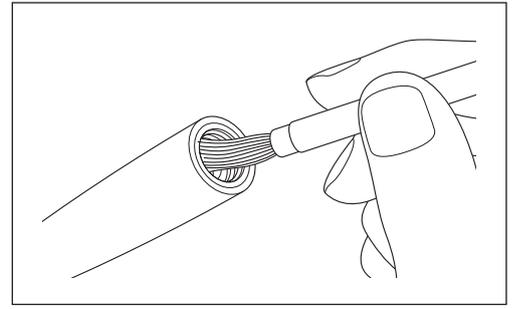

Fig. 39
- 3) Utilizzare la spazzola di pulizia in dotazione per rimuovere la polvere dalla sezione interna in cui si è collegato il manipolo (Fig. 39).